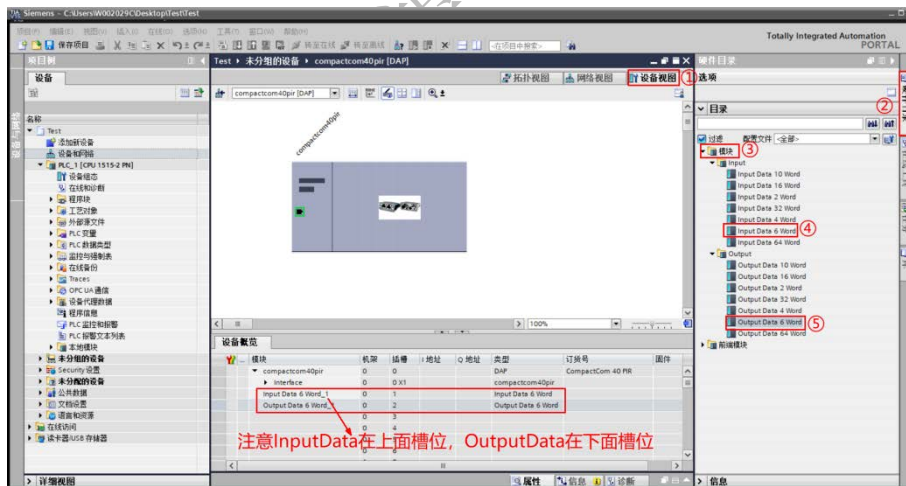

图 3.6 二代 PN 卡 I/O 配置
- 3) 在设备视图下，选择对应的站点设备，点击右侧【硬件目录】，把模块下的【Input/Output】选项展开，可以看到 PN 现场总线的发送接收字数选项，根据项目需求双击相对应的 Input Data # Word/Output Data # Word，如图 3.6 所示。PN 站点 I/O 配置的字数要与变频器配置总线发送接收字数一致，如不一致通信不能正常建立。需注意站点 I/O 配置时，Input Data # Word 在上面槽位，Output Data # Word 在下面槽位。